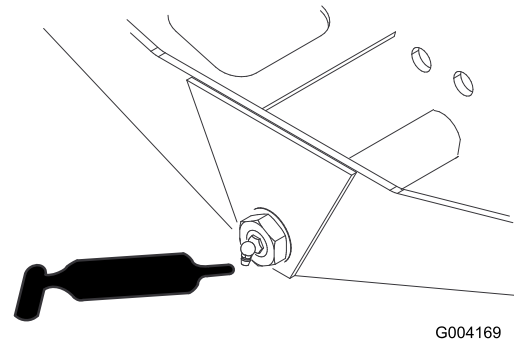

Figura 47
- Articulação da direcção do eixo (1) (Figura 47)